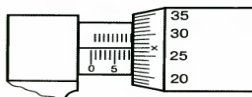

Рисунок 1
13. Прочитайте показания на штангенциркуле (рис.1)
26. Прочитайте показания на микрометре (рис.1)